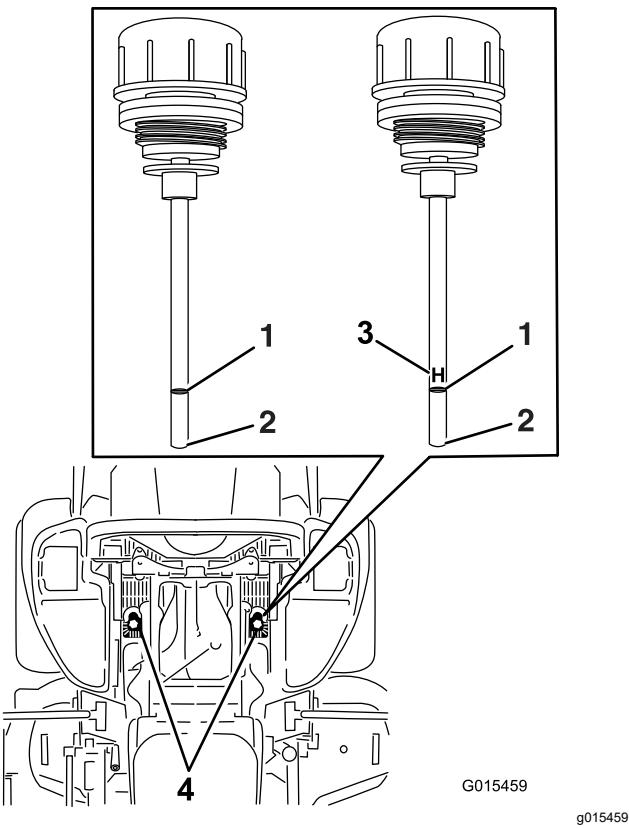

Figure 87
5. Nettoyez la surface autour des jauge des réservoirs du système hydraulique (Figure 87).
6. Sortez une jauge du réservoir hydraulique (Figure 87).
8. Ressortez la jauge et examinez l'extrémité (Figure 87).